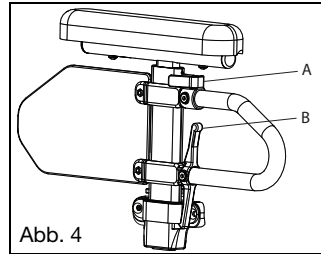

Abb. 4
- Die Armlehne rastet automatisch ein. Stellen Sie sicher, dass der Entriegelungshebel wie abgebildet ist (Abb. 4:B).
- Drehen Sie den Auslösehebel (Abb. 4:A).
- Drücken Sie die Armlehne, bis der obere Arm fest einrastet. Stellen Sie sicher, dass der Entriegelungshebel wie abgebildet ist (Abb. 4:A).
- Drücken Sie den Auslösehebel (Abb. 4:B) und Armlehne entfernen.